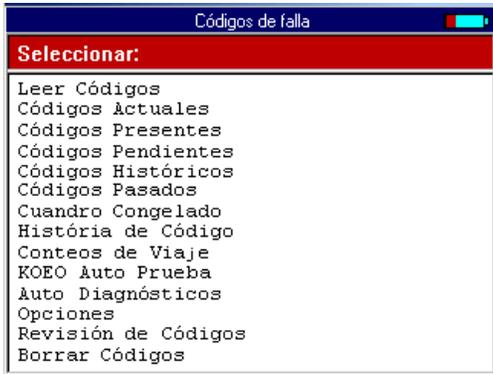

Figura 7.3: Ejemplo Pantalla Menú Códigos de Falla (Diagnostic Trouble Codes - DTC)
- 1 En la pantalla **Menú de Diagnostico** mostrada, seleccione la opción **Códigos de Falla** y presione la tecla **ENTER**. Se muestra la pantalla del menú Códigos de Falla (Figura 7.3 en la página 36).